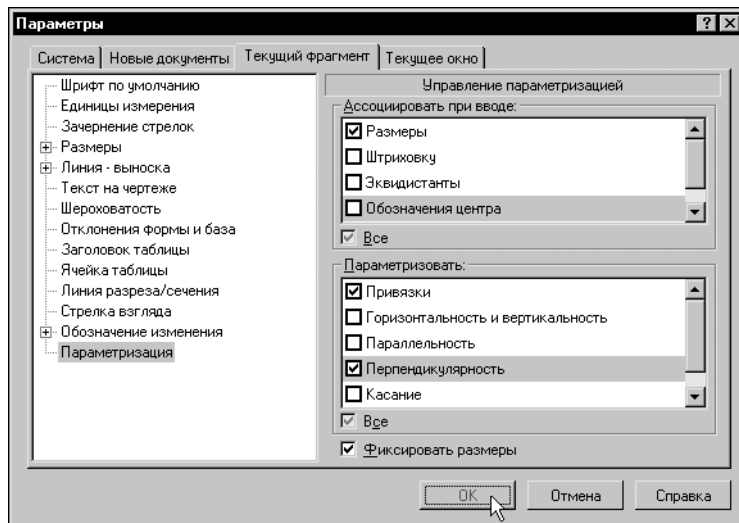

Рис. 59.48. Настройка параметризации
2.1. В группе **Ассоциировать при вводе** включите опцию **Размеры** (рис. 59.48).